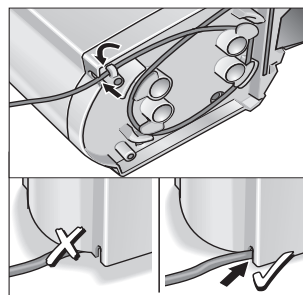

Fig. 3: Opstilling af station
- Hæng resten af netkablet op i kabelkroge, sørg for, at netkablet er ført igennem kabinetåbningen (fig. 3).